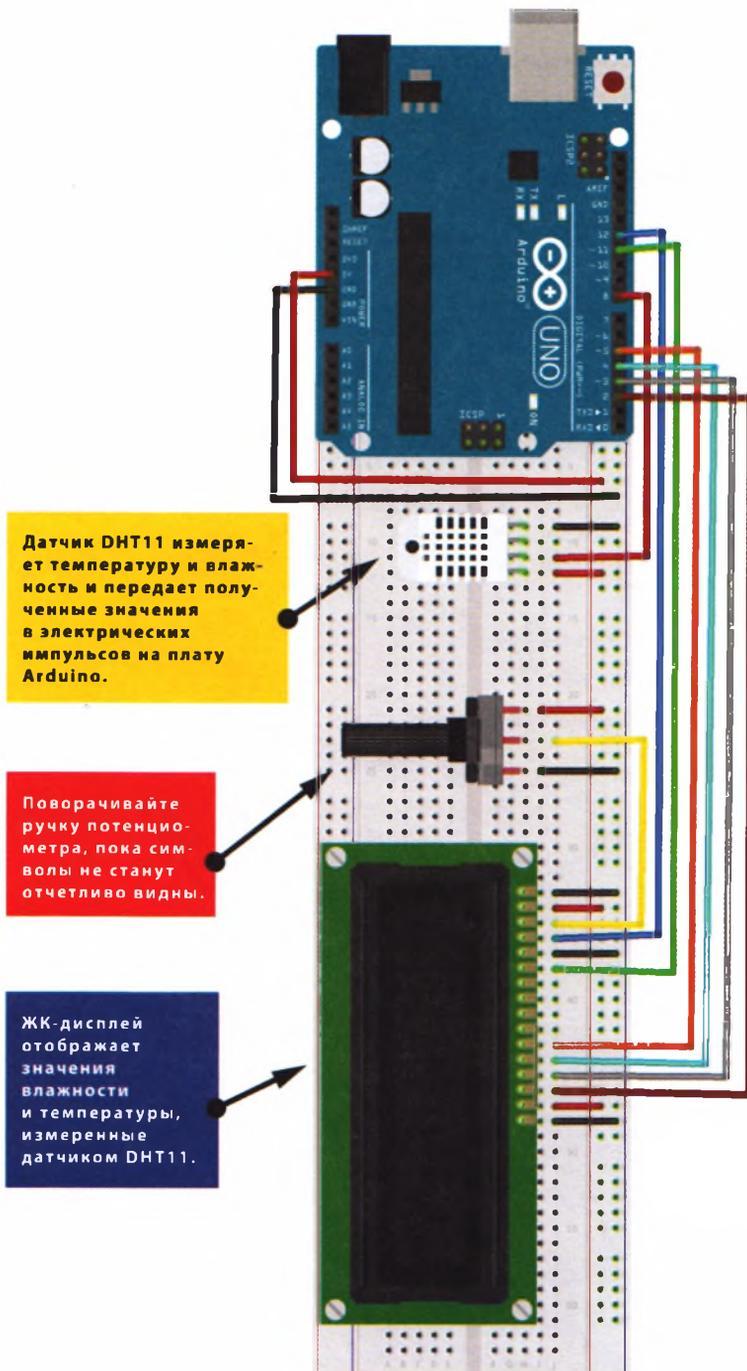

РИСУНОК 13.4
4. Подключите шины макетной платы к контактам GND и 5V платы Arduino. Убедитесь, что ваша цепь соответствует схеме, показанной на рис. 13.4, и загрузите в память Arduino код скетча, приведенный в разделе «Скетч» далее в этом проекте.